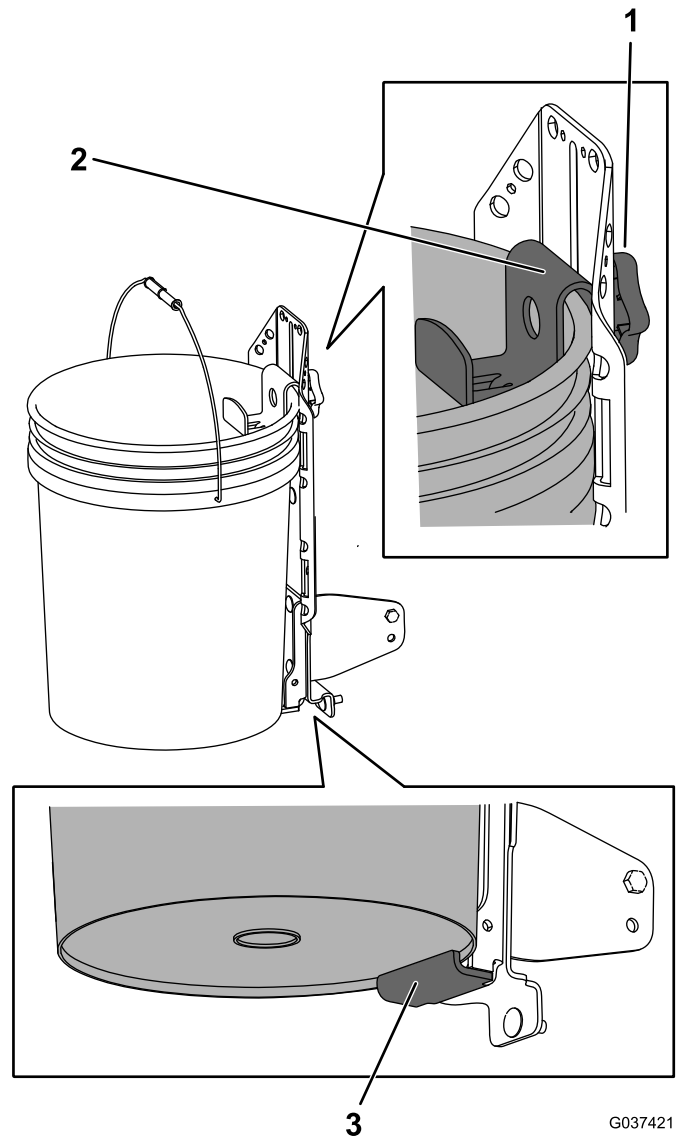

Figura 6
1. Allentate la manopola e sollevate la staffa superiore. Serrate la manopola per fissarla in posizione (**Figura 6**).
2. Posizionate il bordo inferiore del cesto di raccolta sopra la sporgenza inferiore della staffa di supporto saldata (**Figura 6**).
3. Allentate la manopola e abbassate la staffa superiore quanto possibile sopra il bordo del cesto di raccolta. Serrate la manopola (**Figura 6**).